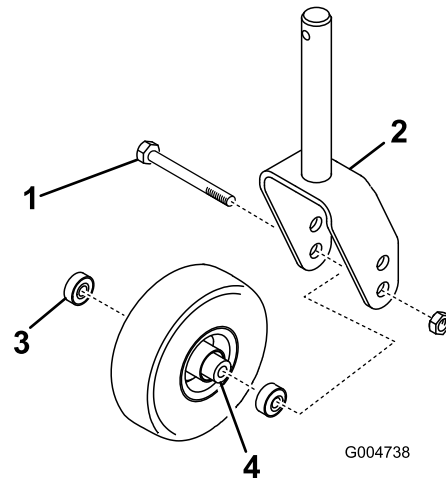
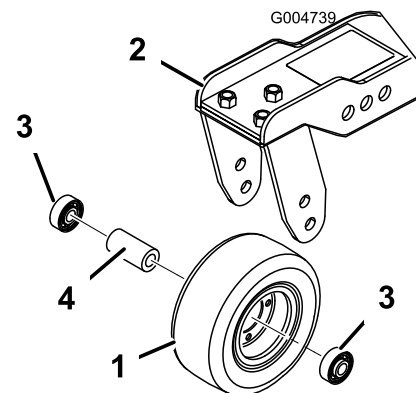

Figura 125
Figura 126
1. Retire la contratuerca del perno que sujeta el conjunto de la rueda giratoria entre la horquilla (Figura 125) o al brazo de pivote (Figura 126).
2. Retire el cojinete de la rueda y deje que se caiga el suplemento del cojinete (Figura 125 y Figura 126).